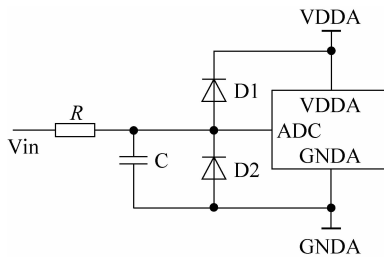

图 5-7 ADC 输入通道低通滤波与钳位保护
- 钳位二极管保护。一个典型的应用: 测量电网 AC 220V 变化情况, 电网电压经变压器降压到 3V 以符合 ADC 输入不能超过 3V 的要求, 然后直接送到 ADC 输入引脚。如果真的这样用了, 那么保证你的产品将来会大批坏掉! 因为电网是存在波动的, 瞬间电压可能大大超过额定的 220V, 因此经变压器之后的电压可能远超 3V, 自然有可能损坏芯片。正确的做法是必须要有有限压保护措施, 典型的用法是钳位保护二极管, 能够把输入电压限制在 $GND - VD2$ 到 $VDD + VD1$ 之间, 如图 5-7 所示。
- 低通或带通滤波。为了抑制串入 ADC 输入信号上的干扰, 一般要进行低通或带通滤波。RC 滤波是最常见也是成本最低的一种选择, 并且电阻 R 还起到限流作用, 如图 5-7 所示。
- 差分模式也不能支持负的共模电压。Stellaris 系列的 ADC 支持差分采样,采样结果仅决定于两个输入端之间的电压差值。但是输入到每个输入端的共模电压(相对于 GNDA 的电压值)还是不能超过 0~3V 的额定范围。如果超过太多,有可能造成芯片损坏(参见图 5-7 的保护措施)。ADC 工作时钟必须在 16MHz 左右。Stellaris 系列 ADC 模块的内在特性要求工作时钟必须在 16MHz 左右,否则会带来较大的误差甚至是错误的转换结果。